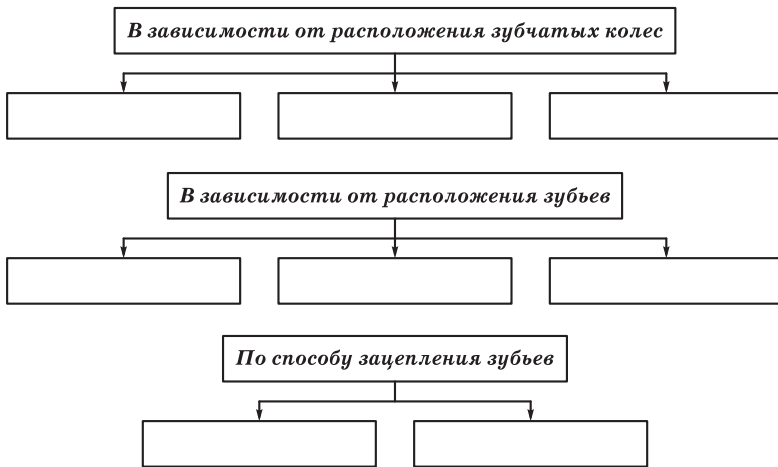

Рис. 1.2. Классификация зубчатых передач
3. Заполните схему классификации зубчатых передач, приведенную на рис. 1.2.